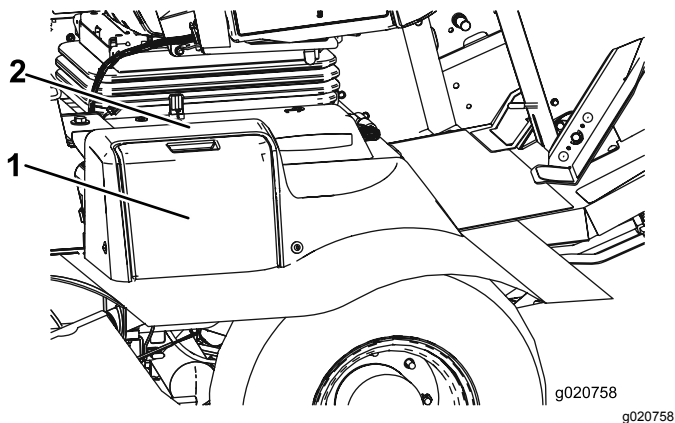

Figura 77
1. Abra a cobertura da bateria no lado do resguardo (Figura 77).
**Nota:** Pressione a superfície plana por cima da cobertura da bateria para facilitar a remoção da cobertura (Figura 77).